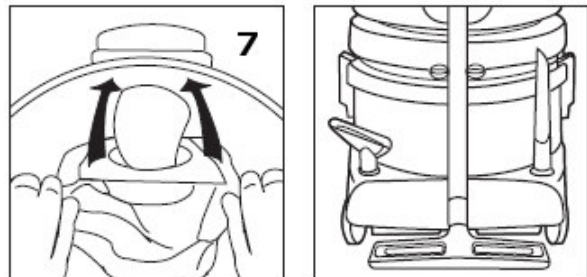

Abb. 8: Montage des Trockensaugers Schritt 7
Schritt 7: Papierfilter (Abb.8) auf den im Gerät befindlichen Stutzen schieben.